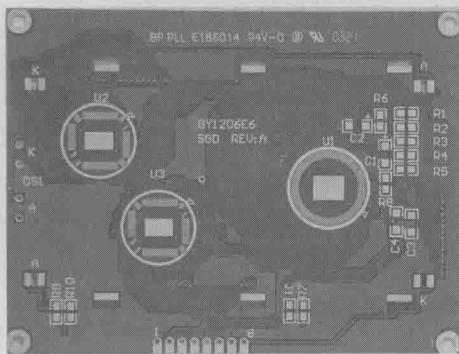
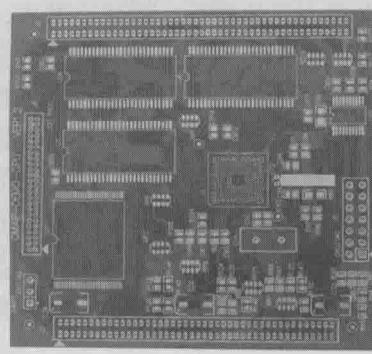

图 1-2 单面板
图 1-3 4 层板
(1) 单面板(Single-Sided Boards)：在这种电路板上，零件集中在一面，而导线则集中在另一面上。因为导线只出现在其中一面，所以我们就把这种 PCB 叫作单面板(Single-sided)。因为单面板在设计线上有许多严格的限制(因为只有一面，布线间不能交叉而必须走独自的路径)，所以只有早期的电路才使用这类板子，如图 1-2 所示。
(2) 双面板(Double-Sided Boards): 这种电路板的两面都有布线。不过要用上两面的导线，在两面之间必须要有适当的电路连接才行，这种电路间的“桥梁”叫作导孔。导孔是充满或涂上金属的小洞，它可以与两面的导线相连接。因为双面板的面积比单面板大了一倍，而且因为布线可以互相交错(可以绕到另一面)，因此更适合用在比单面板更复杂的电路上。
(3) 多层电路板(Multi-Layer Boards): 为了增加可以布线的面积，可以使用更多单面或双面的布线板。多层板使用数片双面板，并在每层板之间放置一层绝缘层后粘牢(压合)。板子的层数就代表了有几层独立的布线层，通常层数都是偶数，并且包含最外侧的两层。大部分的主机板都是4~8层的结构，不过技术上可以实现近100层的PCB板。大型的超级计算机大多使用相当多层的主机板，不过因为这类计算机已经可以用许多普通计算机的集群代替，因此超多层板已经渐渐被淘汰了。因为PCB中的各层结合紧密，一般不太容易看出实际数目。如图1-3所示为4层板。